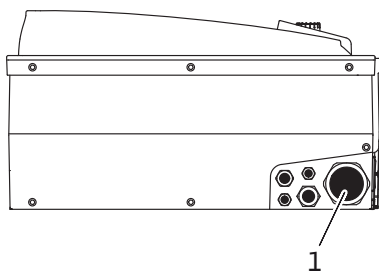

Fig. 22: Кабелно съединение с резба M40
- Захранващият кабел трябва да се прекара през кабелното съединение с резба M40 (Fig. 22, поз. 1).